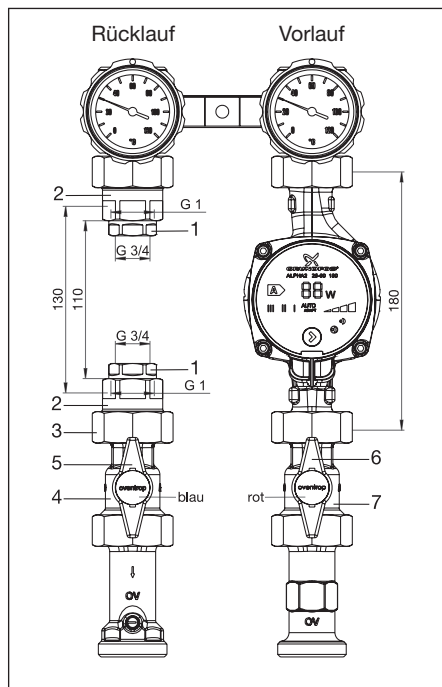

Abb. 5.1 Wärmemengenzähler Einbau – Set für „Regumat S-180“ DN 25 mit Pumpenkugelhahn (2015)
- Reduzierstücke $G \frac{3}{4} \times G 1$ mit $G \frac{3}{4}$ IG (1) und beiliegenden Dichtungen am Wärmemengenzähler verschrauben.
- Reduzierstücke $G 1 \times G 1 \frac{1}{2}$ mit $G 1$ IG (2) an bereits aufgeschraubte Reduzierstücke (1) und beiliegenden Dichtungen verschrauben.
- Vorhandenen Kugelhahn (4) aus dem Vorlauf im Rücklauf einbauen.
- Wärmemengenzähler im Rücklauf mit beiliegenden Dichtungen und Überwurfmutter (3) verschrauben.
- Kugelhahn mit Temperaturfühleranschluss (7) im Vorlauf einbauen (Achtung: Je nach Ausführung der Temperaturfühler kann die Position des Kugelhahns variabel gewählt werden (s. Abb. 5.1 und 5.2). Die Griffe (5, 6) mit blauen und roten Stopfen umtauschen.
Der Einbau eines Wärmemengenzählers mit Baulänge 130 mm ist identisch mit dem Einbau 110 mm, jedoch werden die Reduzierstücke $G \frac{3}{4} \times G 1$ (1) und die entsprechenden Dichtungen (s. Abb. 5.1 und 5.2) nicht benötigt.